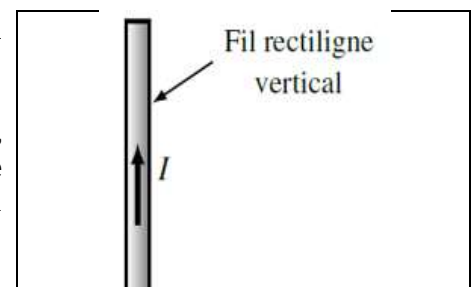

Figure 8. Modélisation de l'éclair
On assimile l'éclair (**Figure 8**) à un fil rectiligne infini, d'axe Oz et de rayon a , parcouru par un courant d'intensité $I(t)$ uniformément réparti dans une section droite et l'on se place dans l'approximation des régimes quasi stationnaires (ARQS).
47. Reproduire la **Figure 8** et y placer l'éclair ainsi que la base locale cylindrique en $(\vec{u}_r, \vec{u}_\theta, \vec{u}_z)$, si l'on convient de choisir Oz vertical ascendant.